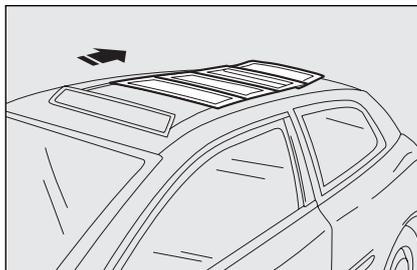

fig. 79
- Second déclic de la poignée: achèvement de l'ouverture de la 1ère lamelle, déplacement de celles suivantes vers l'arrière **fig. 79** et mouvement du rideau pare-soleil.